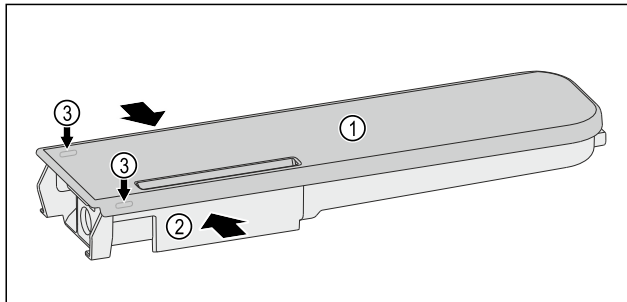

Fig. 231
- ▶ Συμπίεστε το δοχείο νερού Fig. 231 (2) και αναμοχλεύστε και τραβήξτε προς τα πάνω το καπάκι Fig. 231 (1) προσεκτικά από τις προεξοχές ασφάλισης Fig. 231 (3).
- ▶ Μετακινήστε το καπάκι Fig. 231 (1) ελαφρώς πέρα-δωθε και αφαιρέστε το προς τα επάνω.